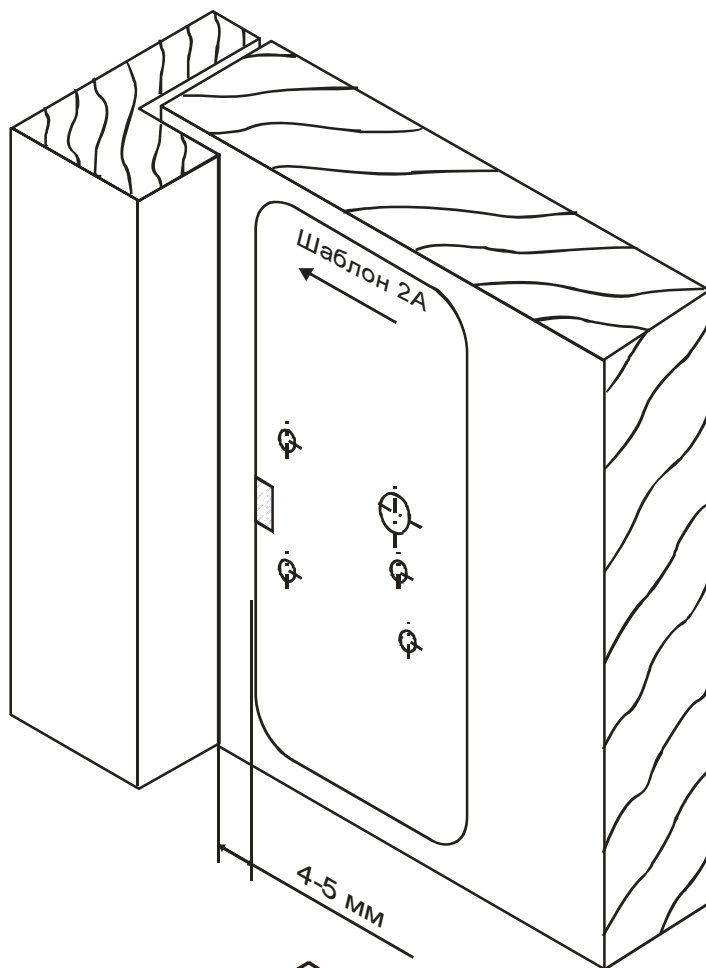

Рис. 19
6.2.2. Приложите шаблон А с внутренней стороны двери так, чтобы стрелка на шаблоне указывала на край двери и шаблон находился на расстоянии 4 - 5 мм от стенки дверной коробки (рис. 19).
6.2.8. Проверьте взаимодействие ригеля и запорной планки (рис. 19).